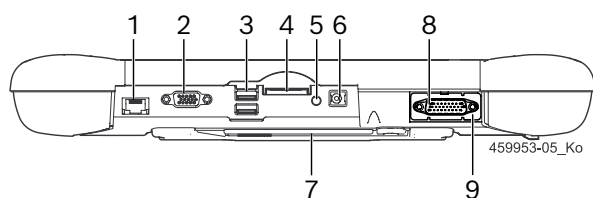

Fig. 2: Vista da interface do KTS 350
1. Inserir cabo de ligação OBD no KTS 350 (fig. 2, pos. 8) e no veículo, na interface OBD.